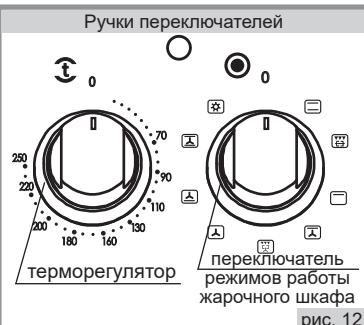
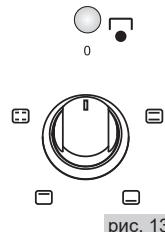

рис. 12
рис. 13
■ Установка рабочей температуры в жарочном шкафу обеспечивается терморегулятором, который задает необходимую температуру (рис.12). Значения температур указаны на панели управления и являются ориентировочными, могут колебаться в пределах  $\pm 15^{\circ}\text{C}$ .
■ Для включения нагревательных элементов необходимо повернуть по часовой стрелке ручку терморегулятора (рис.12) и установить выбранный температурный режим. При этом у плит имеющих две электроконфорки (рис. 13) загорается желтая сигнальная лампочка.